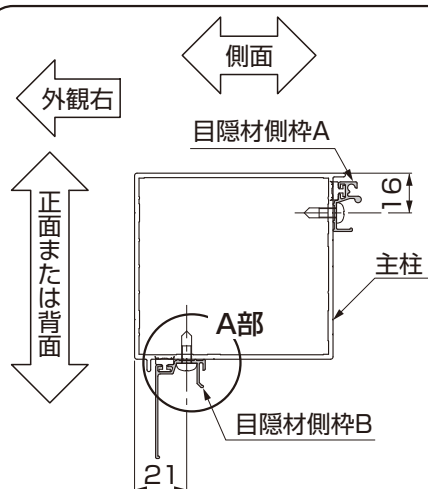
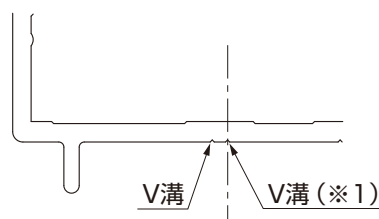

図4-1 目隠材側枠A・Bの取付け
図4-2 A部詳細図
- ①主柱または機能柱、袖・中間柱に目隠材側枠Aを【25-7】で取付けてください。(図4-1参照)
- ②主柱または機能柱、袖・中間柱に目隠材側枠Bを【25-7】で取付けてください。(図4-2参照)
- 正面または、背面側の目隠材の取付けの場合は、V溝が2本ありますので(※1)のV溝にとりつけてください。(図4-1、図4-2参照)